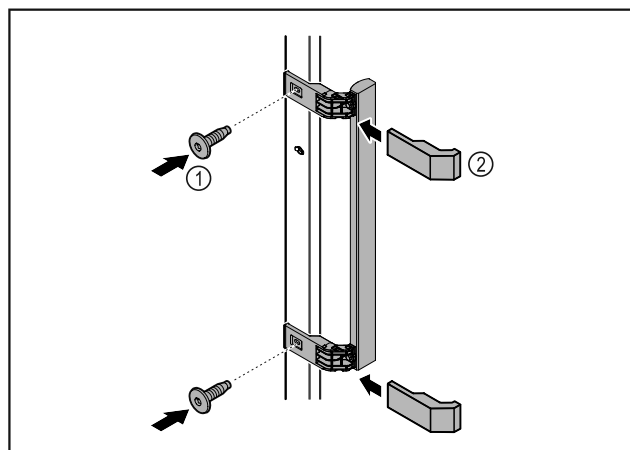

Fig. 6
- Meegeleverde greep met de meegeleverde schroeven Fig. 6 (1) op de deur aanbrengen.
- Afdekking Fig. 6 (2) plaatsen.